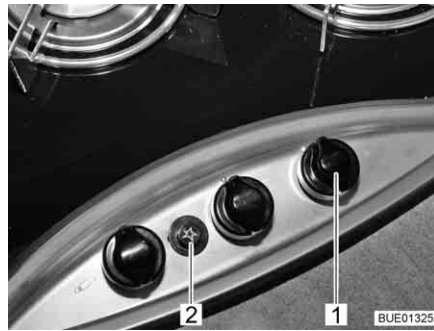

Fig. 185 Elementi di comando del fornello a gas
- Ruotare il pomello girevole (Fig. 185,1) dell'impianto a fiamma libera desiderato in posizione accesa (fiamma alta).
- Premere il pulsante per l'accensione (Fig. 185,2). Sul bruciatore vengono prodotte scintille.